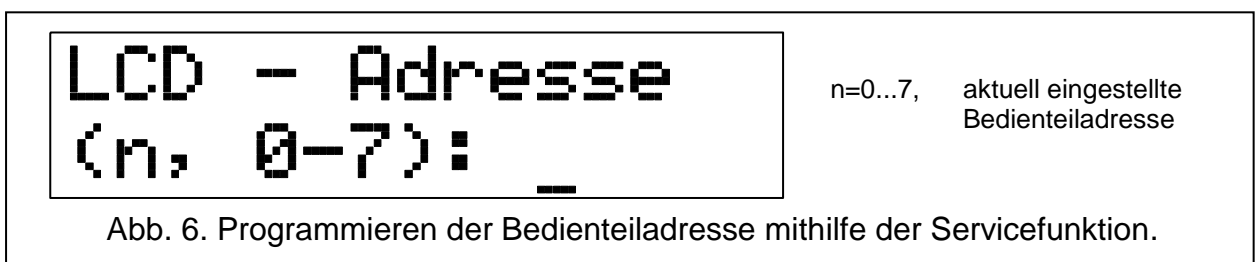

Abb. 6. Programmieren der Bedienteiladresse mithilfe der Servicefunktion.
4. Auf den Displays aller an die Zentrale angeschlossenen Bedienteile wird die Meldung wie in Abbildung 6 erscheinen.